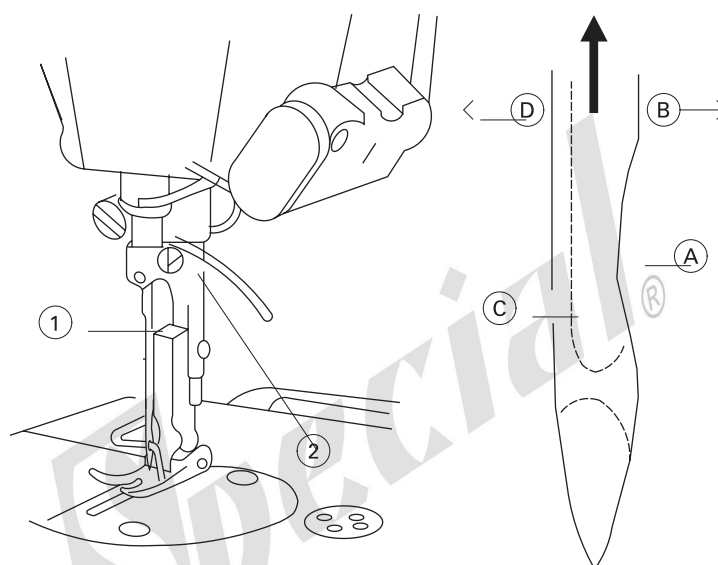

Figura 11
*Gire manualmente o volante em sua direção até que a barra da agulha fique em sua posição mais alta (Figura 11).*